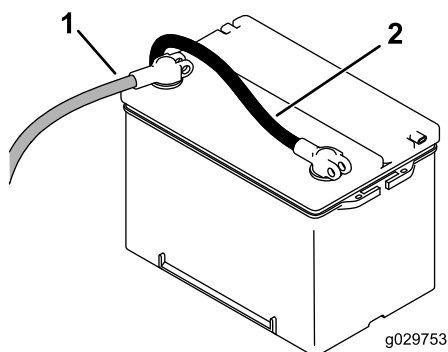

Bild 50
- Drehen Sie den Trennschalter der Batterie nach links in die AUS-Stellung, um die Stromzufuhr zur Maschine zu unterbrechen (Bild 50).
5. Klemmen Sie das Pluskabel (Rot) am Pluspol (+) der Batterie und das Minuskabel (Schwarz) am Minuspol (-) der Batterie an (Bild 50).